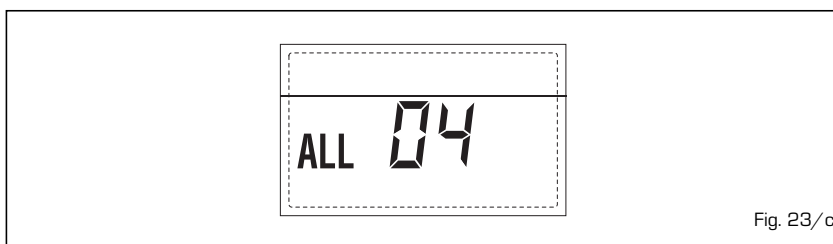

Fig. 23/c
- **ANOMALIA SONDA RISCALDAMENTO "ALL 05"** (fig. 23/d)